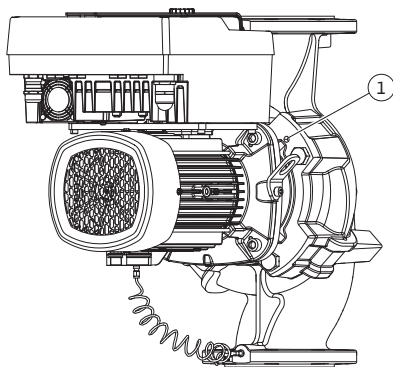

Fig. 11: Apăsarea ansamblului motor cu rotor hidraulic prin găurile filetate (DN 100 ... DN 125)
- Slăbiți ansamblul motor cu rotor hidraulic (vezi Fig. 4) de pe carcasa pompei. În funcție de tipul pompei (vezi Fig. I ... III), există diferite proceduri. Slăbiți șuruburile (Poz. 29) la tipul pompei respective Fig. I, (DN 32 ... DN 80). Scoateți ansamblul motor cu rotor hidraulic de pe carcasa pompei. La tipul pompei Fig. II și Fig. III (DN 100 ... DN 125) utilizați cele două găuri filetate (Fig. 11, poz. 1). Folosiți șuruburi adecvate puse la dispoziție de client (de ex. M10 x 25 mm).
5. Împingeți ansamblul motor cu rotor hidraulic (a se vedea Fig. 4) din carcasa pompei. Utilizați pentru aceasta cele două găuri filetate (a se vedea Fig. 11). Pentru a slăbi fixarea, înșurubați șuruburile M10 de lungime adecvată în găurile filetate.